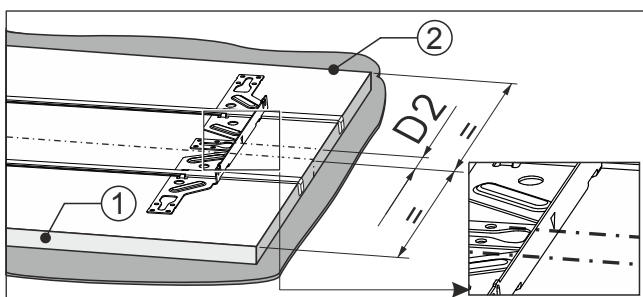

Fig. 94
- Markeringen på fästbalken ligger på markeringen. Fig. 94 (D2)